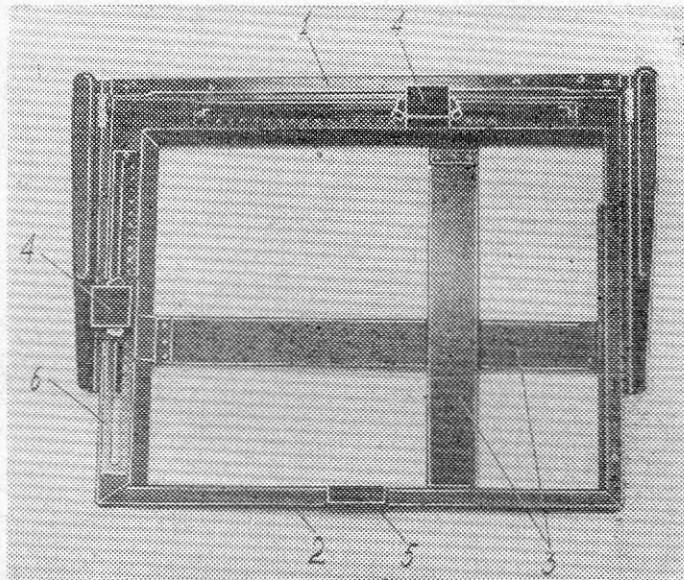

Рис. 9. Кадрирующая рамка:
8.3. Расположите на экране 12 (рис. 2) основания кадрирующую рамку (рис. 9).
8.9. Приподнимите прижимные линсйки 3 (рис. 9) кадрирующей рамки, держась за рукоятку 5, уложите фотобумагу эмульсионной стороной к объективу до упоров в левом верхнем углу на рамке, опустите прижимные линсйки.
Кадрирующая рамка (рис. 9) служит для выравнивания и удержания фотобумаги при экспонировании, а также для выбора необходимого размера отпечатка.